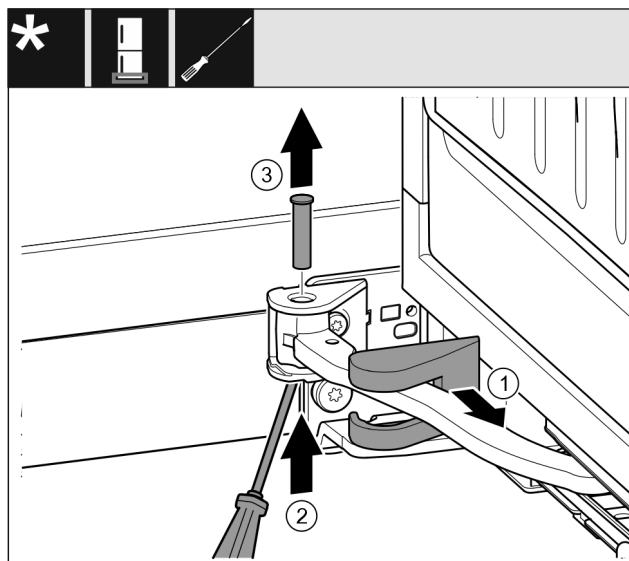

Fig. 15
- ▶ Húzza le a csapágybak fedelét Fig. 15 (1), és tolja el a csukló mentén.
- ▶ Csavarhúzóval emelje fel lentről a csapszeget Fig. 15 (2).
- ▶ Húzza ki felülről a csapszeget Fig. 15 (3).